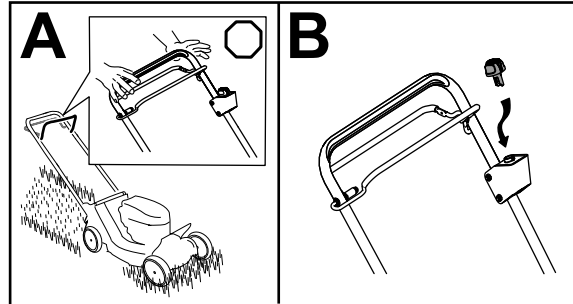

Figure 17
1. Relâchez la barre de commande de la lame (A de la Figure 17).
2. Retirez le bouton de démarrage électrique du commutateur de démarrage électrique (B de Figure 17).